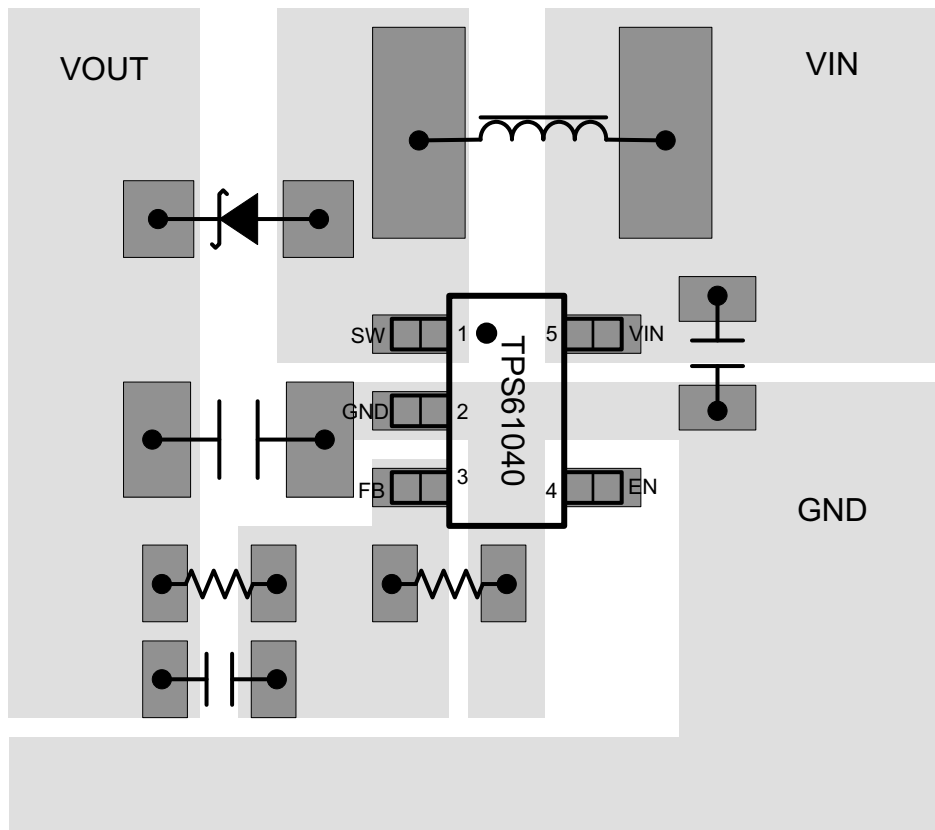

图 10-1. 布局图
**表 8-2. 建议用于典型 LCD 偏置电源的电感器（请参阅图 10-1）**
表 8-2. 建议用于典型 LCD 偏置电源的电感器 ( 请参阅图 10-1 ) (continued)
**表 8-4. 建议用于典型 LCD 偏置电源的肖特基二极管 (请参阅图 10-1)**
对于图 10-1 所示的粗体连接，应使用宽迹线。星型接地连接或接地平面可最大限度减少接地漂移和噪声。